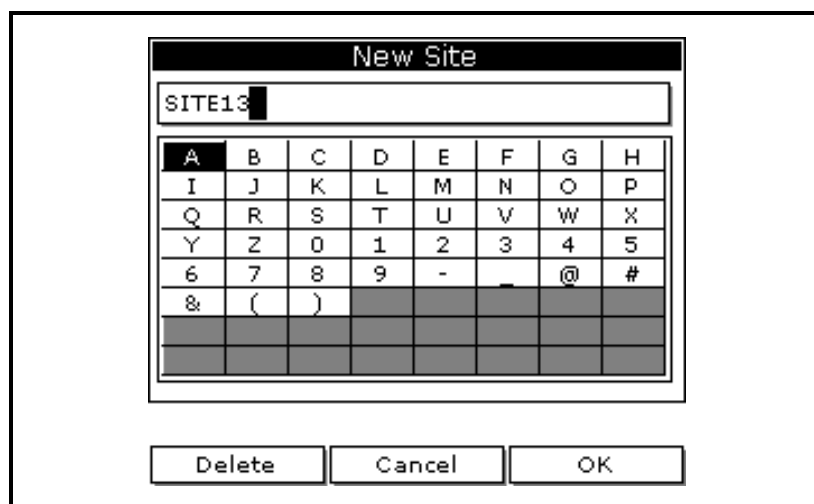

图 4-1：New Site（新地点）的名称输入窗口
1. 使用方向键滚动至 New（新建），然后按 [ENTER]（进入）。此时将出现类似于下图 4-1 的屏幕。